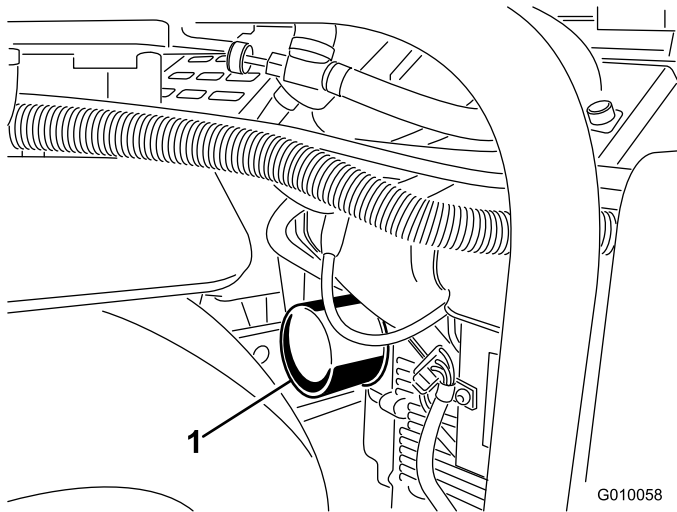
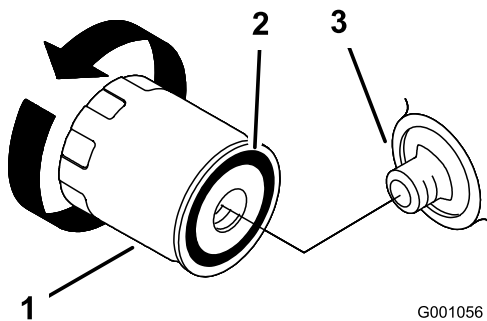

Bild 48
Bild 49
- Stellen Sie eine flache Auffangwanne oder legen Sie einen Lappen unter den Filter, um auslaufendes Öl aufzufangen (Bild 48).
- Entfernen Sie den Altfilter (Bild 48 und Bild 49) und wischen Sie die Dichtfläche am Anbaustutzen ab.